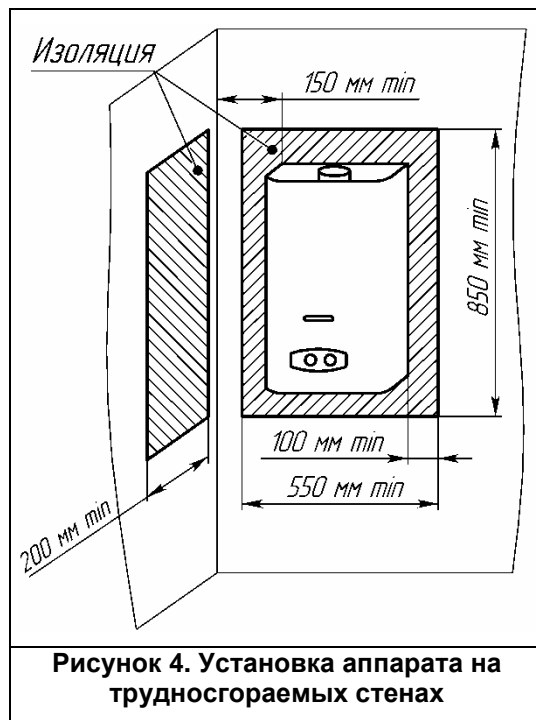

Рисунок 4. Установка аппарата на трудносгораемых стенах
2.3.6 Допускается установка аппарата на трудносгораемых стенах при условии изоляции стены оцинкованным листом толщиной 0,8...1 мм по листу базальтового теплоизоляционного картона БТК толщиной 3...5 мм. Изоляция должна выступать за габариты корпуса аппарата не менее чем на 100 мм с каждой стороны (рис. 4).
2.3.7 Расстояние от боковых поверхностей аппарата до трудновоспламеняемых стен без применения теплоизоляции должно быть не менее 250 мм. При уменьшении указанного расстояния до 150 мм, необходимо установить теплоизоляцию (рис. 4).
- расстояние от боковой поверхности аппарата до боковой стены не менее 150 мм (рис. 4);